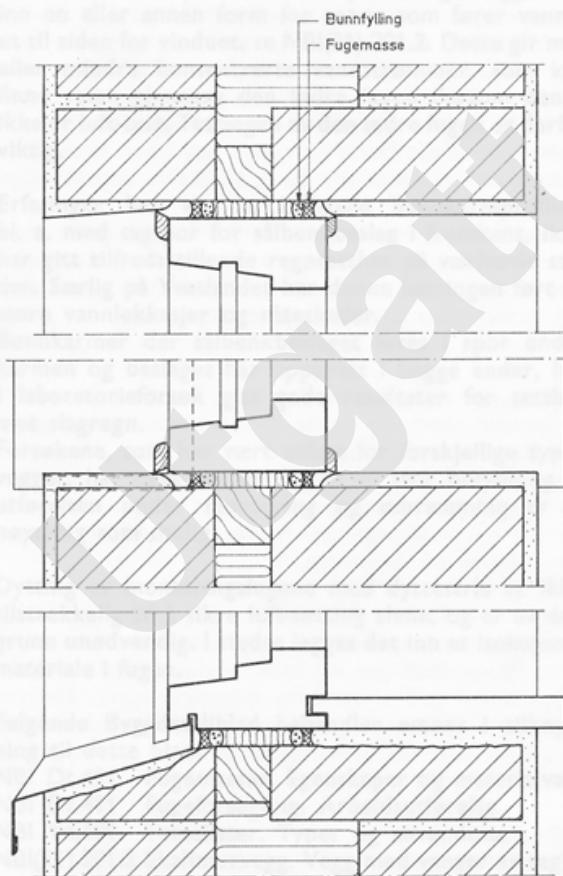

Fig. 31
- 31 Fig. 31 viser vindu av tre innsatt i pusset skallmurvegg av tegl.